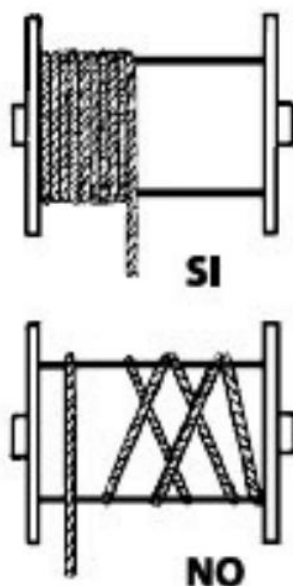

FIG. 12 — Enrollado del cable en el tambor: correcto e incorrecto
- 7) Durante el uso asegúrese constantemente de que el cable se enrolle en el tambor correctamente, bobina contra bobina, sin aflojamiento o solapamiento. Si esto no sucede, desenrolle el cable y rebobine correctamente sosteniendo el cable siempre en tensión (FIG. 12).